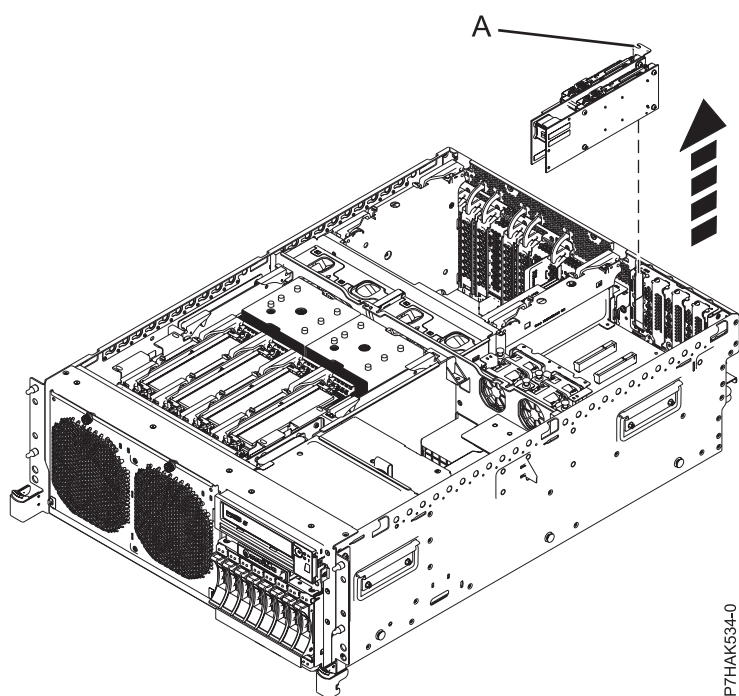
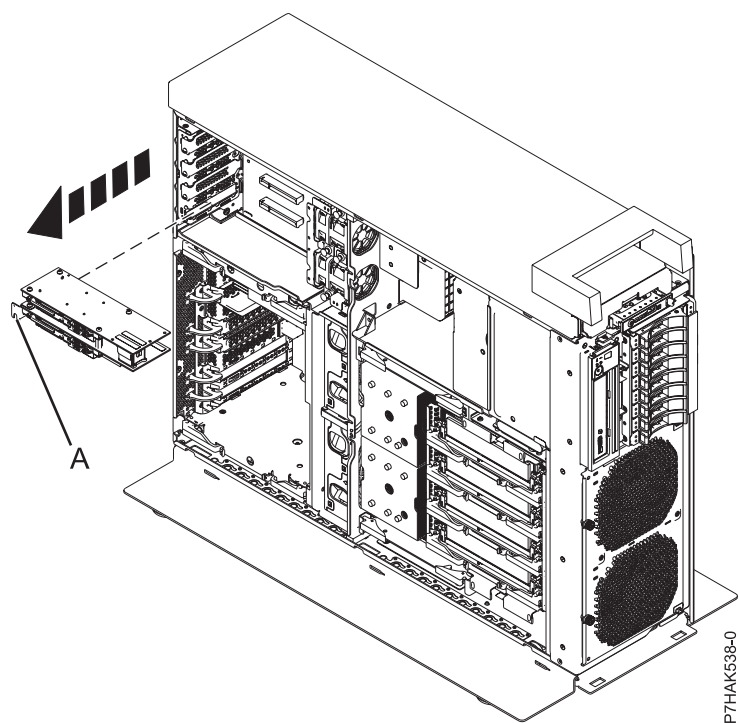

Figure 24. Retrait d'une carte PCIe RAID et SSD SAS d'une carte d'extension sur un système monté en armoire
Figure 25. Retrait d'une carte PCIe RAID et SSD SAS d'une carte d'extension sur un système autonome
13. Si votre système comporte une carte d'extension, vous pouvez tirer la carte PCIe extra-plate de son emplacement par sa contre-poupée (a), comme indiqué à la figure 24, à la page 32 et la figure 25, à la page 32).